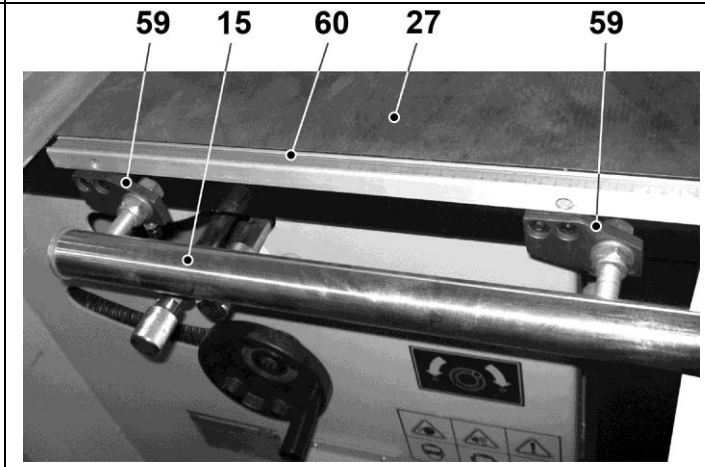

Рис. 15
8.6. Установка и регулировка направляющей планки, Рис.15–17